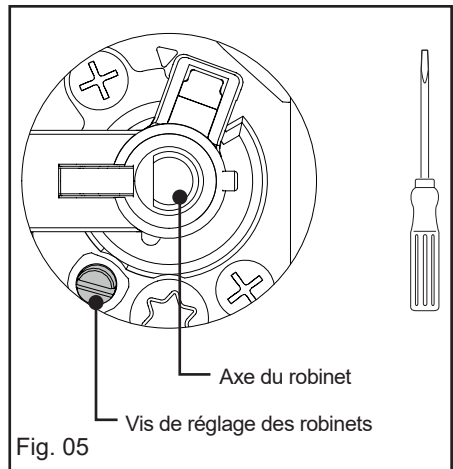

Fig. 05
– À l'aide d'un petit tournevis plat, **vissez à fond** la vis de réglage des ralentis en laiton (jaune) (Fig. 05), **dans le sens des aiguilles d'une montre**.
- Dévissez la vis de réglage des ralentis en laiton (jaune) (Fig. 05), à l'aide d'un petit tournevis plat, de **2 tours dans le sens inverse des aiguilles d'une montre**.